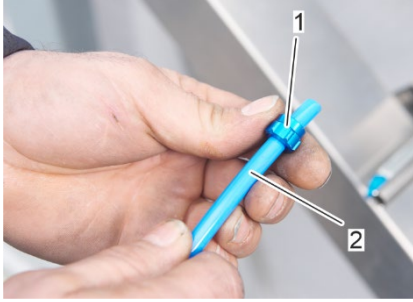

Abbildung 64: Schieben der Überwurfmutter auf das andere Ende des Druckluftschlauches
7. Schieben Sie die Überwurfmutter (Abbildung 64/1) auf das andere Ende des Druckluftschlauches (Abbildung 64/2).